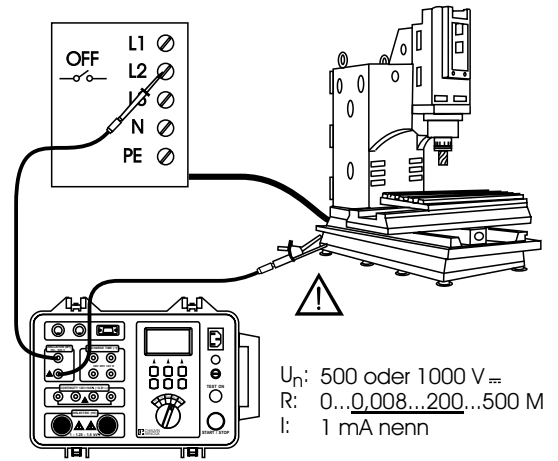

Abb. 18 - Anschluß der Prüfkabel
3. Prüfkabel an den Tester und an den Prüfling wie in der folgenden Abb. gezeigt anschließen (Abb. 18).